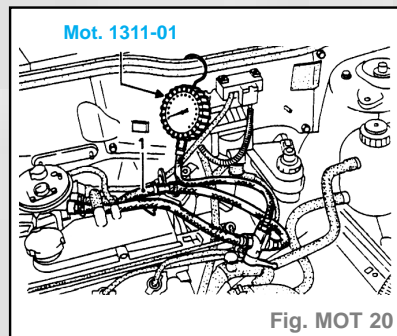

Fig. MOT 20
- Débrancher le tuyau d'arrivée d'essence (1) du boîtier papillon, intercaler le manomètre 0-10 bars et le raccord 3 voies de la valise MOT 1311-01 (fig. MOT 20).
- Shunter les bornes (3) et (5) du relais de pompe à carburant (B).